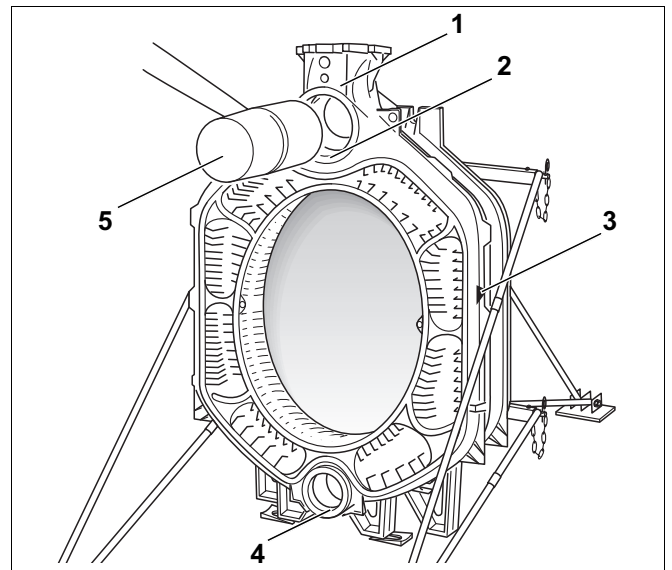

Fig. 13
- Sett midtelementet med turstuss (fig. 13, **pos. 1**) med øvre og nedre nav (fig. 13, **pos. 2 og 4**) på niplene i bakelementet. Innbyggingretningspilen (fig. 13, **pos. 3**) må peke bakover.
- Bank det første midtelementet mot bakelementet ved hjelp av en tre- eller gummihammer (fig. 13, **pos. 5**). Før niplene til det neste midtelementet settes inn må imidlertid kjelens delblokk trekkes sammen ved hjelp av kjeltrekkeverktøyet.